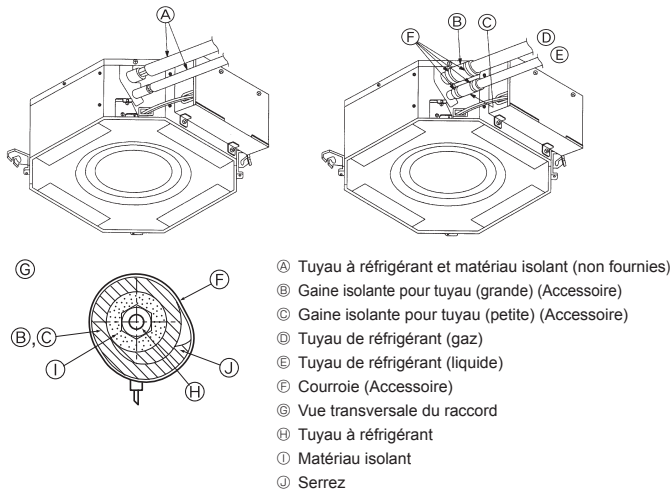

Fig. 3-3
3.3. Appareil intérieur (Fig. 3-3)